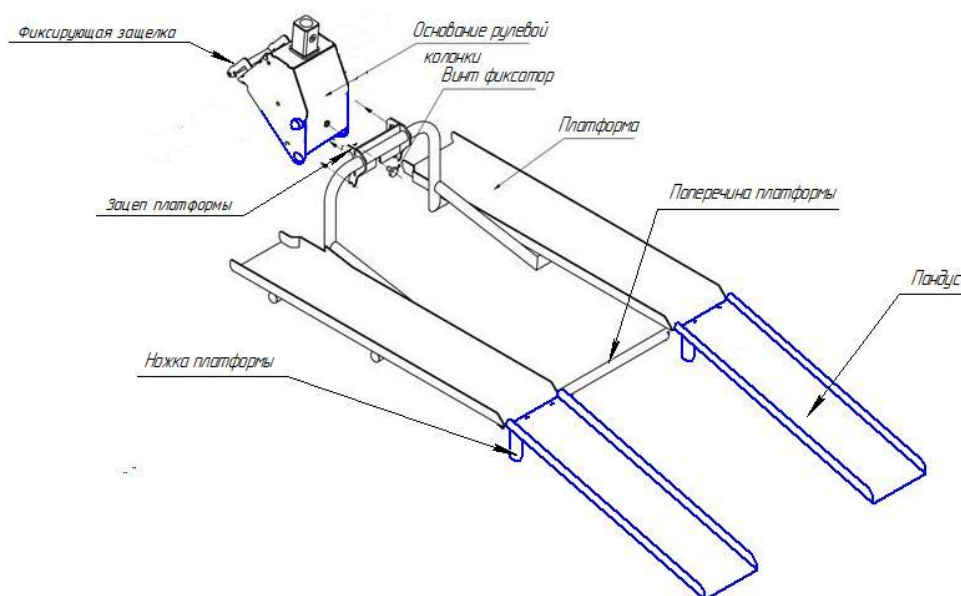

Рис.15. Монтаж платформы и съемного пандуса
С помощью зацепов платформы, установить платформу на основание рулевой колонки, после чего закрепить платформу к основанию рулевой колонки с помощью винта (Рис.15).
- установить поочередно пандус в пазы платформы (Рис.15);
- чехол закрепить с помощью липких лент на поперечине и ножках платформы (рис.15б).